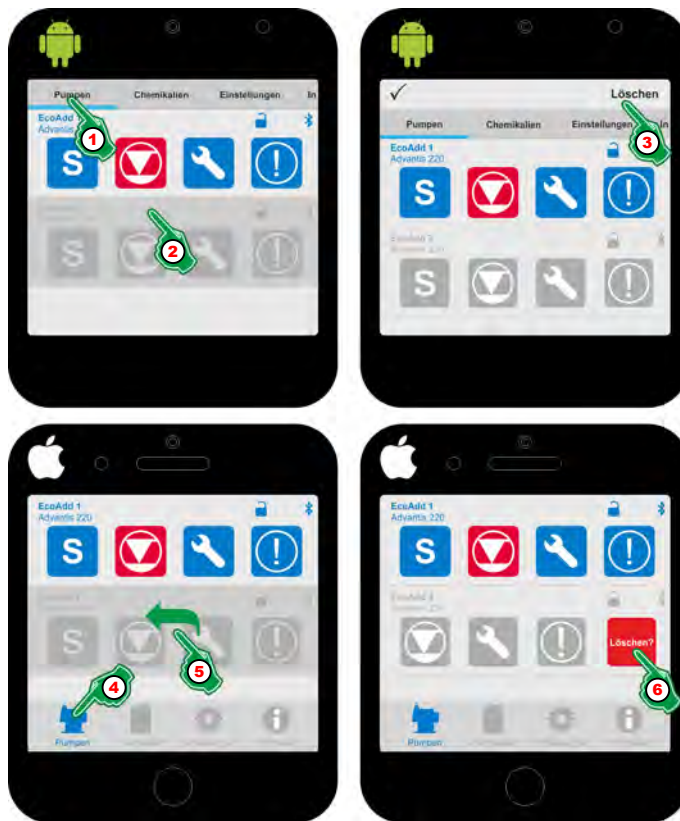

Abb. 20: Löschen einer nicht mehr verwendeten Pumpe aus der „EcoAPP“
1.  Menü „Pumpen“ (Abb. 20, Pos. 1) auswählen.
2.  Mit dem Finger auf die nicht mehr gewünschte Zeile (Abb. 20, Pos. 2) Drücken und ca. 2 Sekunden halten.
⇒ Die Zeilen verschieben sich nach unten und in der obersten Zeile erscheint rechts die Abfrage: [Löschen] (Abb. 20, Pos. 3).
3.  [Löschen] (Abb. 20, Pos. 3) Drücken.
1.  Menü „Pumpen“ (Abb. 20, Pos. 4) auswählen.
2.  In der nicht mehr gewünschten Zeile (Abb. 20, Pos. 5) mit dem Finger von rechts nach links "wischen".
⇒ Die betreffende Zeile verschiebt sich nach links und rechts erscheint rot hinterlegt die Abfrage: [Löschen] (Abb. 20, Pos. 3).